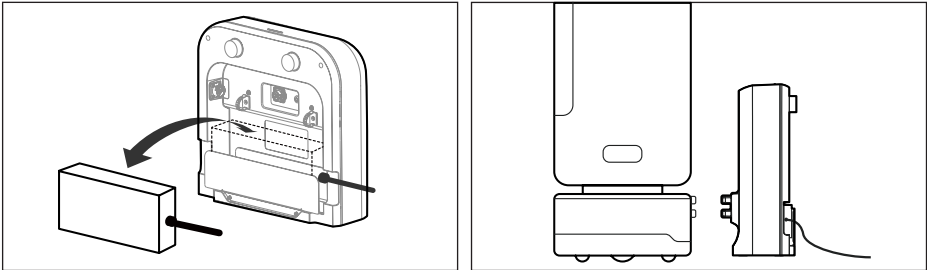

Figura 3
2. Después de conectar la interfaz del adaptador de corriente a la estación de carga, puede insertar el adaptador en la ranura designada (véase la Figura 3).
4. Después de conectar el adaptador de corriente a la estación de carga, asegúrese de que la estación de carga esté colocada de forma segura. Una vez que el robot esté acoplado a la estación de carga, puede comenzar a cargarse (véase la Figura 3).